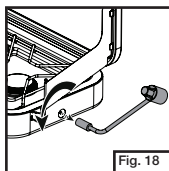

Fig. 18
- Quite el regulador de la estufa. (Fig. 18)